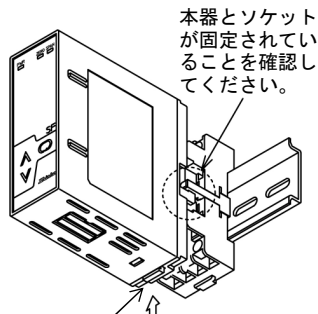

図2.2-4
- (4) ロックレバーを上げて、本器とソケットを固定してください。(図2.2-4)